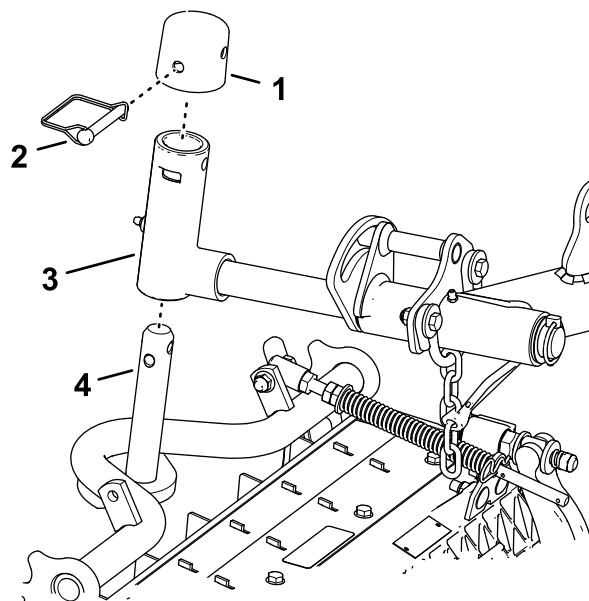

Рисунок 25
Фиксация оси поворота режущего блока для скашивания травы на склоне холма – заблокируйте оси поворота режущих блоков для предотвращения поворота режущих блоков вниз по склону во время скашивания поперек склона холма. Используйте отверстие в оси поворота подъемного рычага (Рисунок 25) для фиксации режущего блока. Используйте паз для поворота режущего блока.
1. Подведите режущий блок под подъемный рычаг (Рисунок 25).